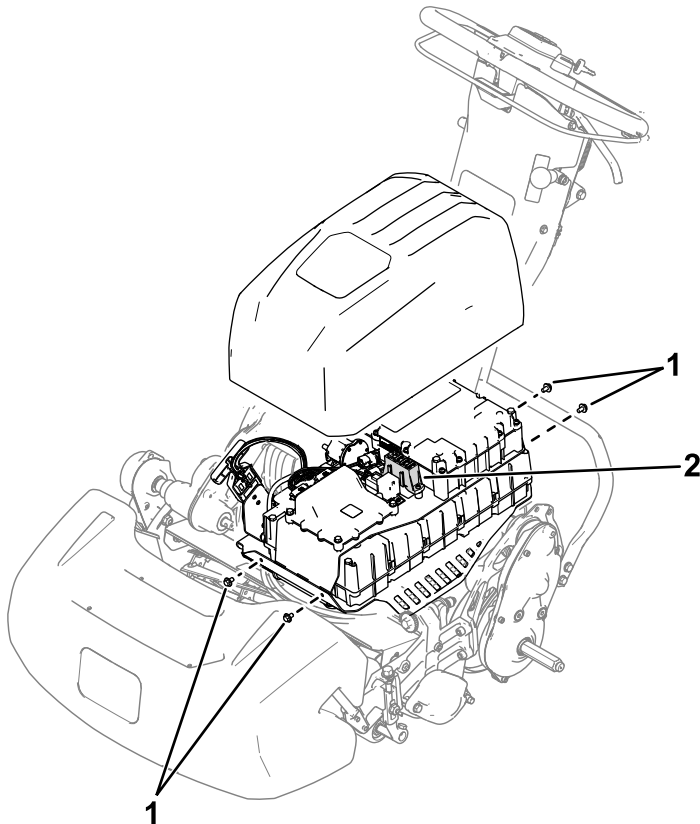

Figura 26
2. Retire los 4 tornillos (Figura 26) que sujetan la cubierta de la batería y retire la cubierta.